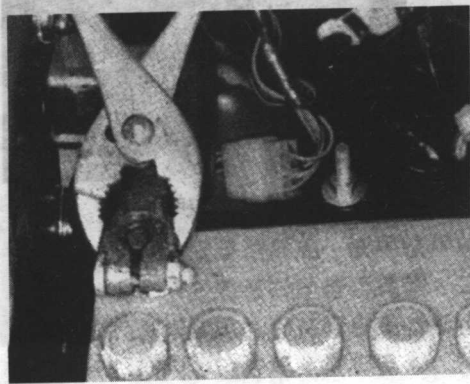

图1 接触不良的检查
①如图1所示，用钳子夹住接头，轻轻地向左右转动一下，如果接头处发出“咕吱、咕吱”的移动声音，那么就表示接触不良。